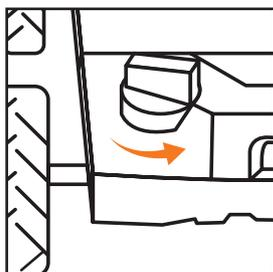
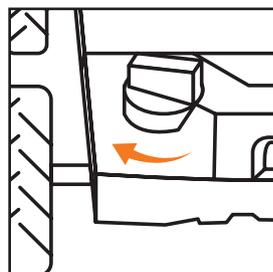

Рис. 29
Рис. 30
- Изменение глубины работы вала скарификатора осуществляется путем вращения ручки плавной регулировки. Увеличение глубины - против часовой стрелки (Рис. 29). Уменьшение глубины - по часовой стрелке (Рис. 30).